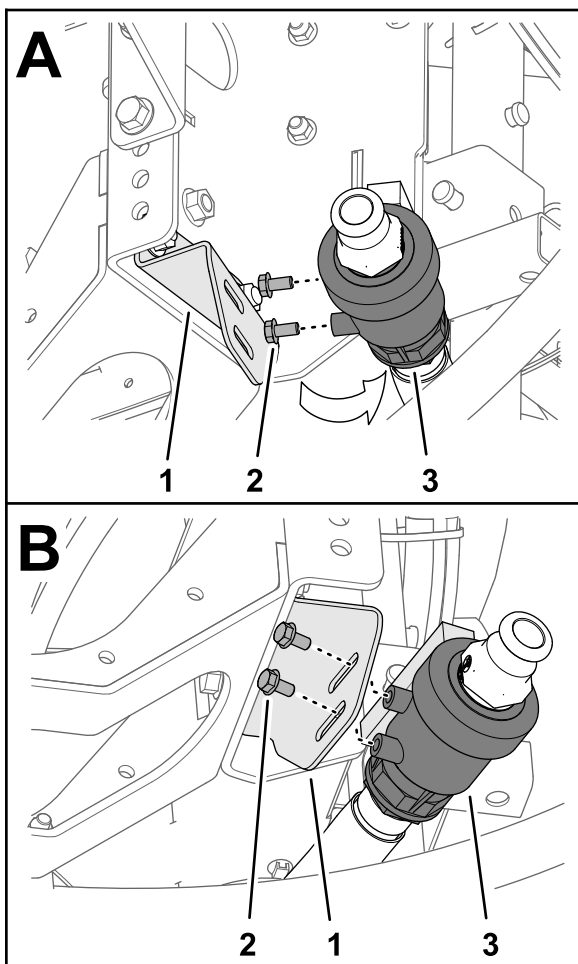

Figura 14
- Rimuovete i 2 bulloni a testa flangiata (5/16" x 5/8") dalla scatola della valvola di spurgo (Figura 14).